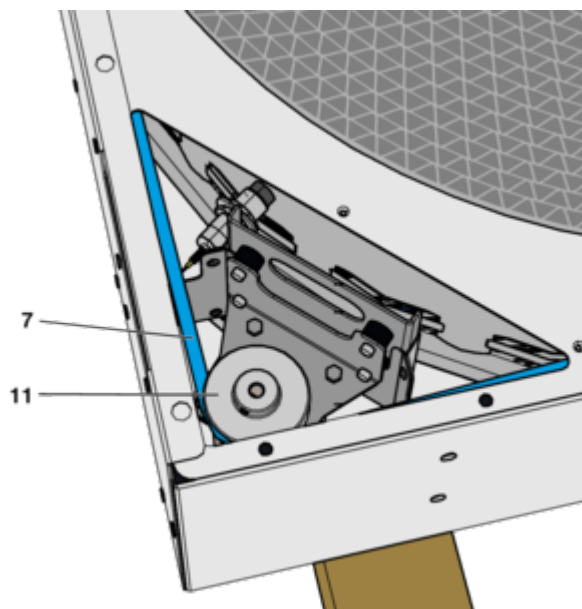

Abb. 61: Rundriemen
- 5 ▶ Rundriemen (Abb. 61 /7) prüfen (Riemenspannung / Verschleiß)